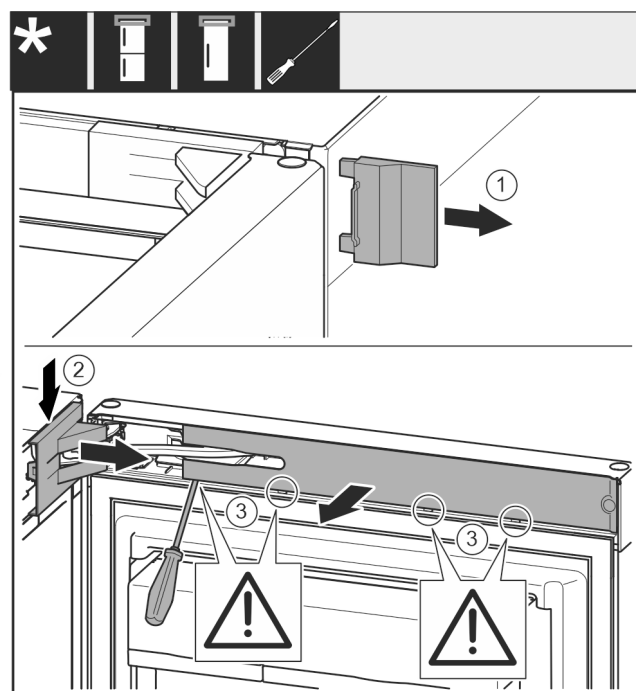

Fig. 8
- Odoberte kryt Fig. 8 (1).
- Odistite a uvoľnite kryt ložiskovej konzoly Fig. 8 (2).
- Odoberte kryt ložiskovej konzoly Fig. 8 (2).
- Odistite kryt Fig. 8 (3) plochým skrutkovačom a odklopte ho do strany.